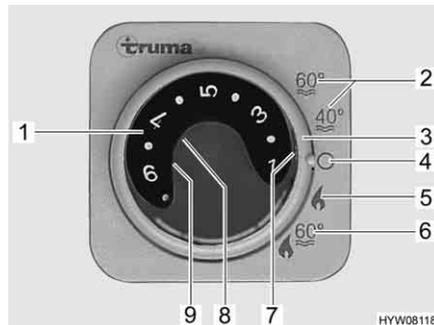

Fig. 128 Unidad de mando para la calefacción/caldera
- Ajustar el modo de funcionamiento con el interruptor giratorio (Fig. 128,3).
Según la temperatura ambiente deseada, la calefacción selecciona automáticamente la potencia de quemador necesaria. Cuando se alcanza la temperatura ambiente deseada se desconecta el quemador. En el modo de funcionamiento "calefacción y caldera" (Fig. 128,6), se calienta también el agua de la caldera. En el modo "calefacción sin caldera" (Fig. 128,5), la calefacción puede funcionar con la caldera vacía.
- Girar el botón giratorio de temperatura (Fig. 128,1) de la unidad de mando al nivel deseado.
- Situar el interruptor giratorio (Fig. 128,3) en el modo invierno "calefacción sin caldera" (Fig. 128,5) o en modo invierno "calefacción y caldera" (Fig. 128,6).
La luz de control verde (Fig. 128,7) se enciende.
- Ajustar el interruptor giratorio (Fig. 128,3) en "O" (Fig. 128,4).
La combinación de los funcionamientos a gas y con electricidad a 230 V acorta el tiempo de calentamiento del vehículo (esto sólo es posible si se ha ajustado el modo de invierno de la calefacción en la unidad de mando (Fig. 128)).